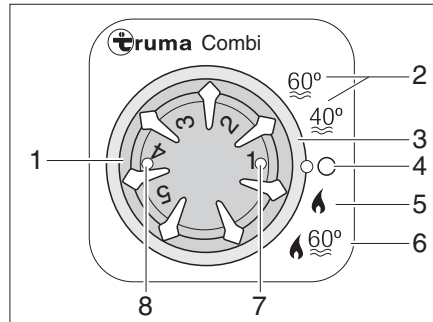

Fig. 297 Unité de commande pour chauffage/chauffe-eau
- Régler le mode de fonctionnement avec l'interrupteur rotatif (Fig. 297,3).
Le chauffage règle le degré d'allumage automatiquement en fonction du niveau de chauffage réglé. En mode de fonctionnement "Chauffage et chauffe-eau" (Fig. 297,6), l'eau du chauffe-eau est également chauffée. Le chauffage peut être exploité avec un chauffe-eau vide dans le mode de fonctionnement "Chauffage sans chauffe-eau" (Fig. 297,5).
- Régler le bouton tournant de température (Fig. 297,1) de l'unité de commande sur le niveau de chauffage désiré.
- Régler l'interrupteur rotatif (Fig. 297,3) sur régime hiver "Chauffage sans chauffe-eau" (Fig. 297,5) ou sur régime hiver "Chauffage et chauffe-eau" (Fig. 297,6).
Le voyant de contrôle vert (Fig. 297,7) s'allume.
- Régler l'interrupteur tournant (Fig. 297,3) sur "O" (Fig. 297,4).